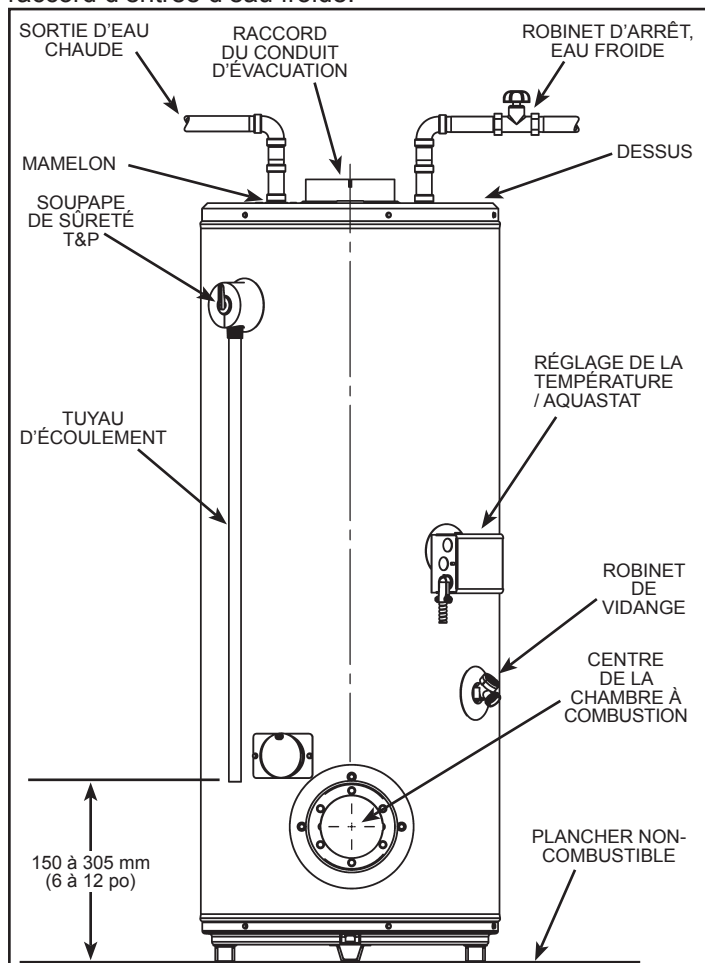
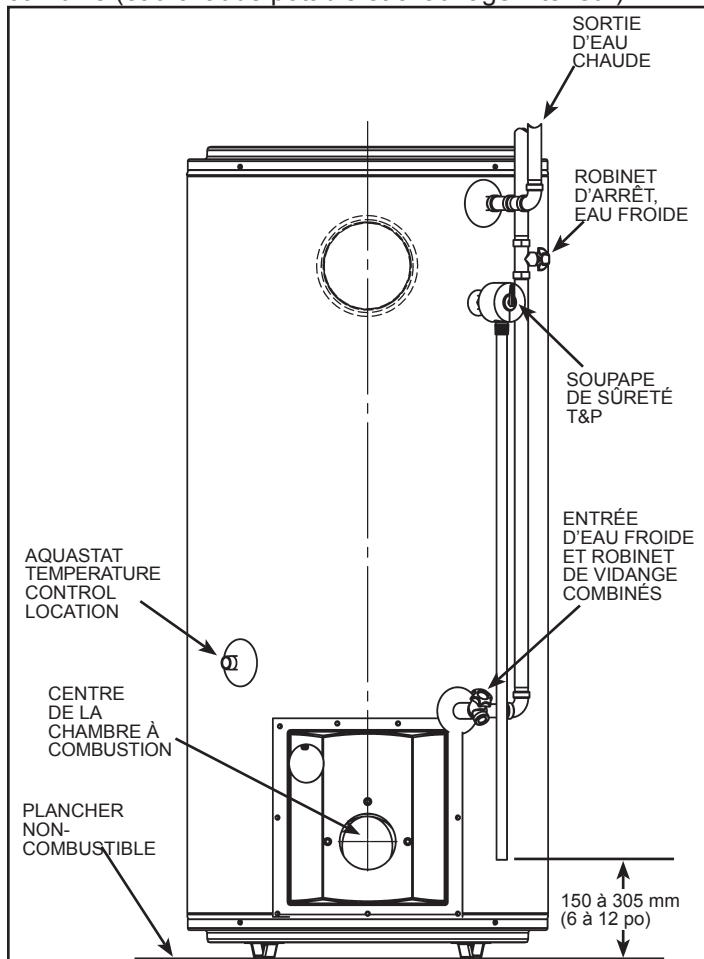

Figure 6. Raccordement de plomberie (cheminée de fumée centrale)
Figure 7. Raccords de plomberie (cheminée de fumée centrale/latérale)
La tuyauterie, les raccords et la robinetterie devraient être installés en conformité avec le schéma représentant votre installation (Figure 6 et Figure 7). Il peut s'avérer nécessaire d'installer une vanne réductrice de pression ou un réservoir d'expansion lorsque la pression d'alimentation en eau froide est élevée. La vanne réductrice de pression devrait être installée sur la canalisation d'alimentation principale en eau froide de la maison afin d'assurer l'équilibre des pressions d'eau froide et d'eau chaude.
1. Les tuyaux, les raccords et la robinetterie doivent être installés comme illustré à Figure 6 ou Figure 7. Raccordez la canalisation d'alimentation en eau froide (3/4 po NPT) au mamelon sans marquage. Raccordez la canalisation d'alimentation en eau chaude (3/4 po NPT) au raccord "HOT" (ou "H").